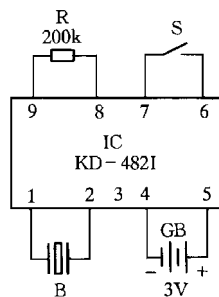

图 1-2
(2) 音乐储钱罐电路很简单，仅用 5 个元器件(见图 1-2)，其核心是一块 KD-482I 音乐集成电路，内部储存有 16 首世界名曲，可以依次播放，具有音色优美、功耗小、外围电路简单的特点。R 是外接电阻，B 是压电蜂鸣片，S 是触发开关。电源采用两节 5 号干电池。